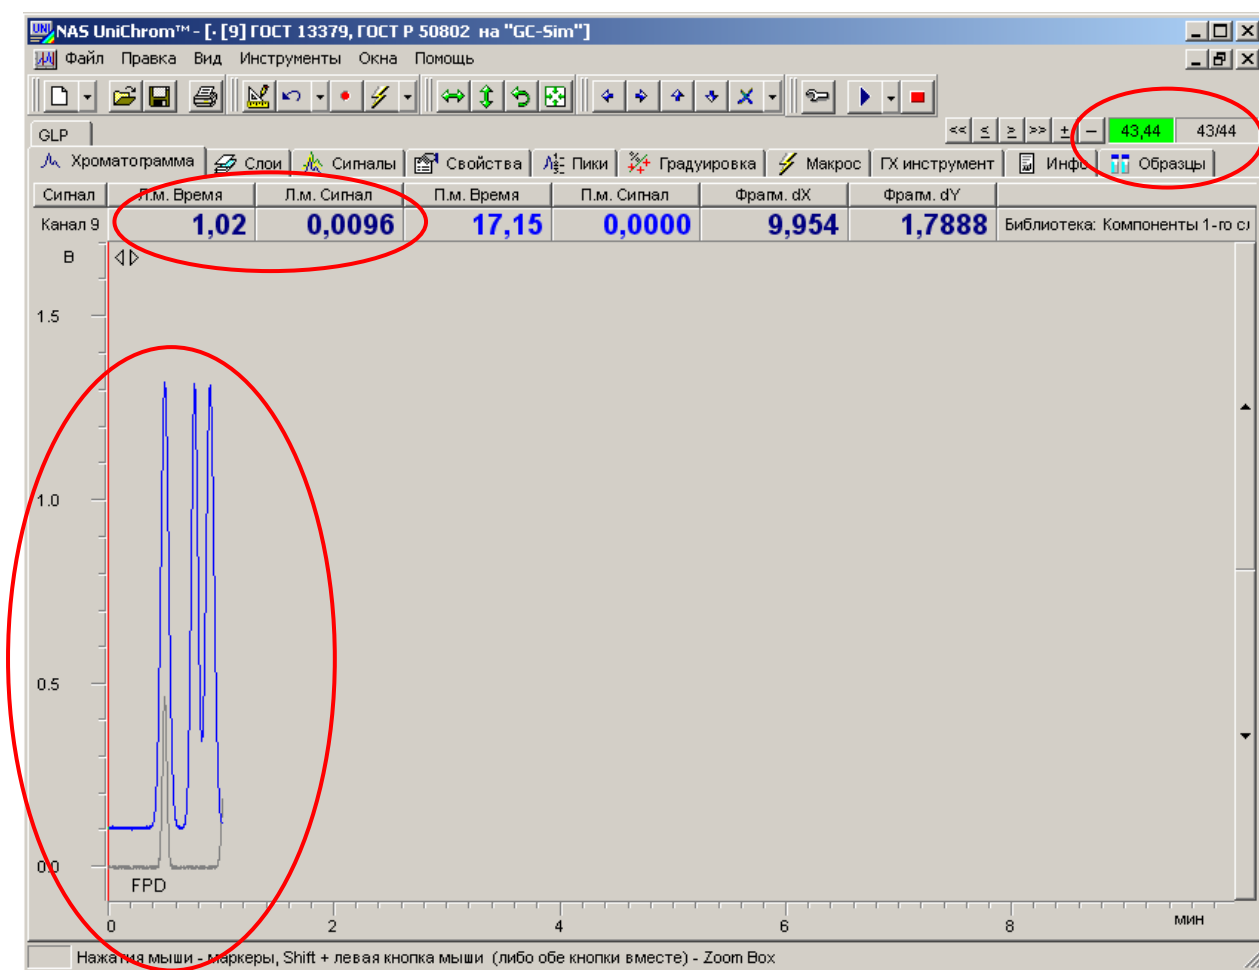

Рис. 36. Индикаторы измерения в рабочем окне UniChrom.
- В рабочем окне UniChrom, в правом верхнем углу индикатор изменит цвет с красного на зелёный (см. Рис. 36). В поле **«Положение левого маркера»** на странице **«Хроматограмма»** будет отображаться время, прошедшее от начала старта. В поле **«Значение сигнала для левого маркера»** будет отображаться текущий измеренный сигнал. В области графика хроматограммы с нуля начнёт рисоваться измеряемая хроматограмма.